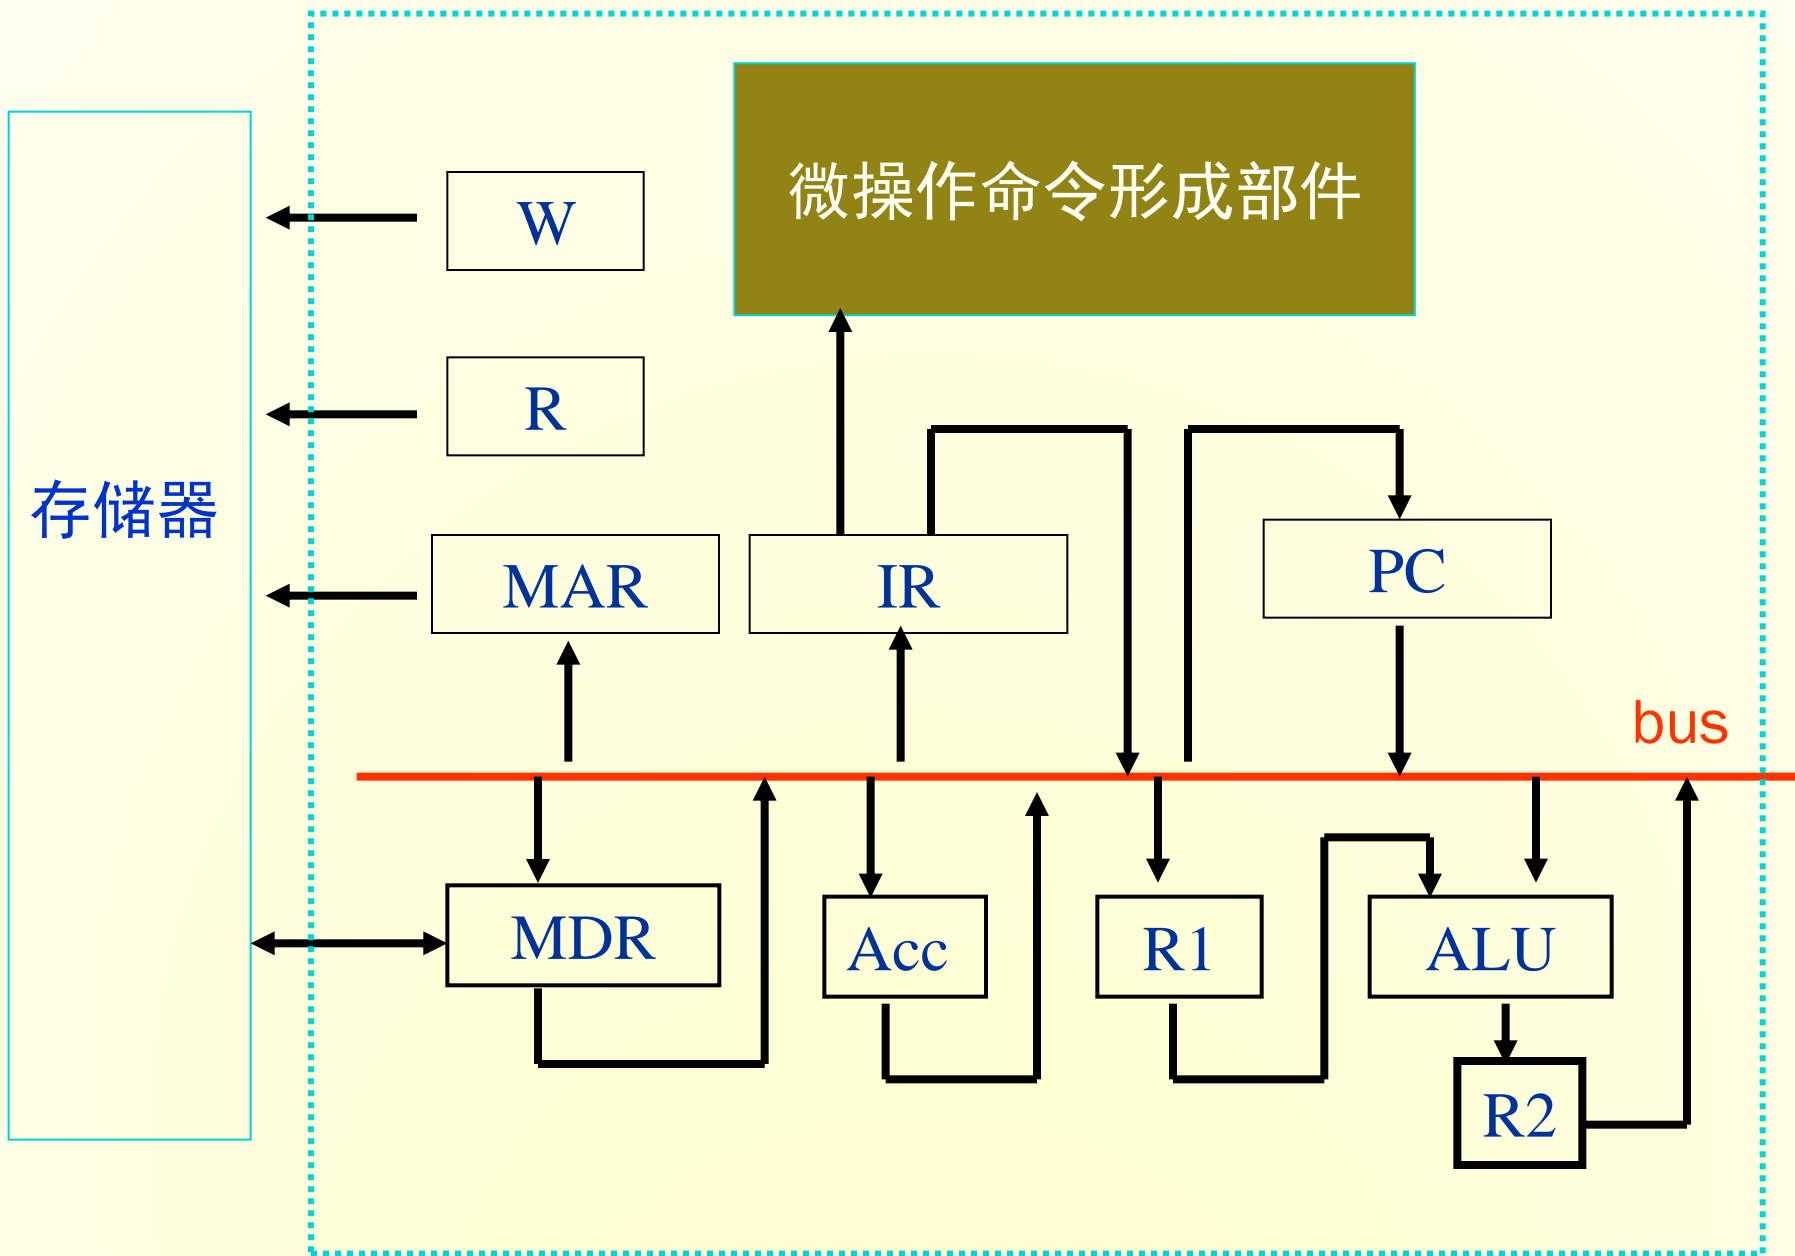

图10.2 CPU内部结构框图 龙芯-东北大学（秦皇岛）联合实验室
- \* 例10.1 设CPU中各部件及相互连接关系如图10.2所示。图中W是写控制标志，R是读控制标志，R1和R2是暂存器。
\* 例10.2 设CPU内部结构如图10.2所示，且PC有自加1功能。此外还有B、C、D、E、H、L6个寄存器。它们各自的输入端和输出端都和内部总线Bus相连，并分别受控制信号控制。要求写出完成下列指令组合逻辑控制单元所发出的微操作命令及节拍。